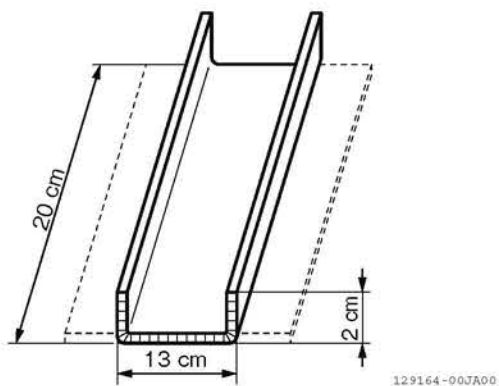

図 4-26 段ボールの寸法
- コの字に曲げた段ボールなどをエンジンフレームの上に敷いて作業を行うと、オイルをこぼさずに作業が行えます。(図 4-26)